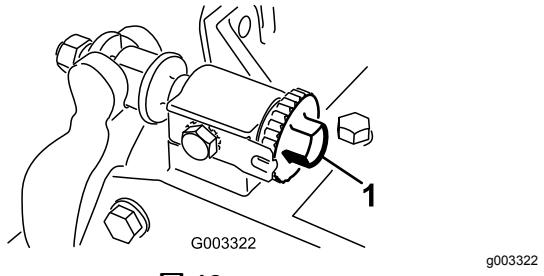

図 12
2. ベッドバー調整ねじを左に回してベッドナイフとリールの接触をなくす図 12。